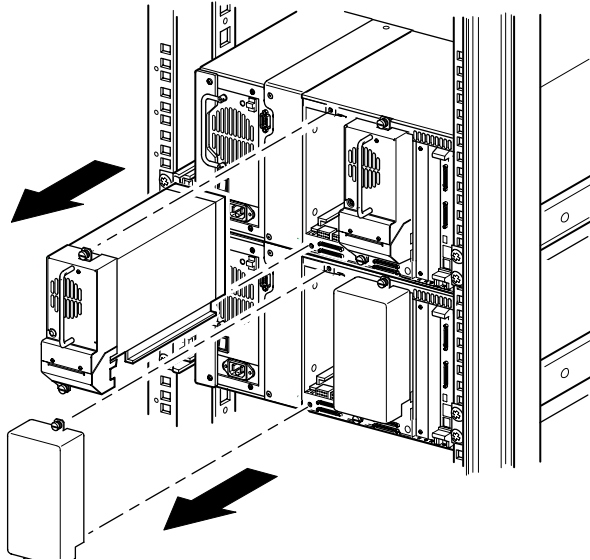

図2-7: ドライブ ベイ1へのアクセス
2. PTMカバー プレート開口部に隣接するベイから、ブランク パネルまたはドライブ シュー アセンブリ1を取り外します (図2-7を参照)。